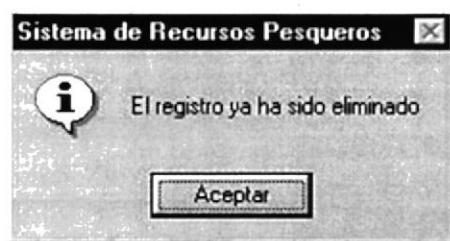

Figura 9.91 Mensaje de ya eliminado
4. Si el Tipo de Pesca que desea eliminar ya ha sido eliminada, aparecerá el siguiente mensaje (ver figura 9.91)